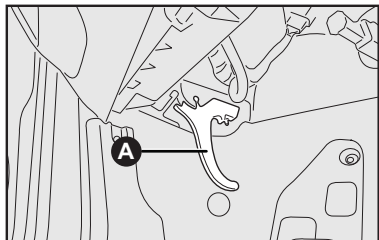

fig. 87
- 1) puxar a alavanca **A**-fig. 87.